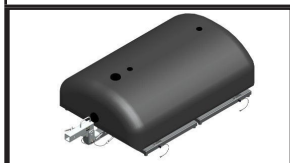

Bild 18
- ADAPTATEUR POUR ATTELAGE DE VÉHICULE EUROPÉEN: IN-2517 (se bild 18)